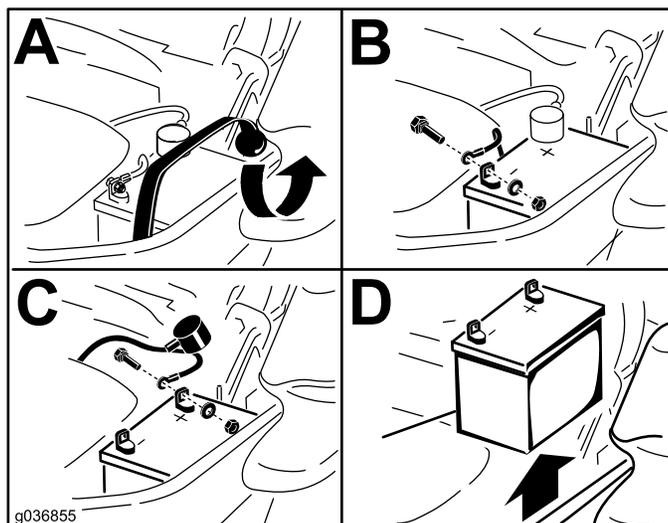

Figura 67
3. Retire la batería, según se muestra en Figura 67.
4. Fije los cables con 2 pernos, 2 arandelas, y 2 contratuercas (Figura 67).
6. Fije la batería con la correa de goma (Figura 67).
1. Coloque la batería en la bandeja, con los bornes frente al depósito de aceite hidráulico (Figura 67).